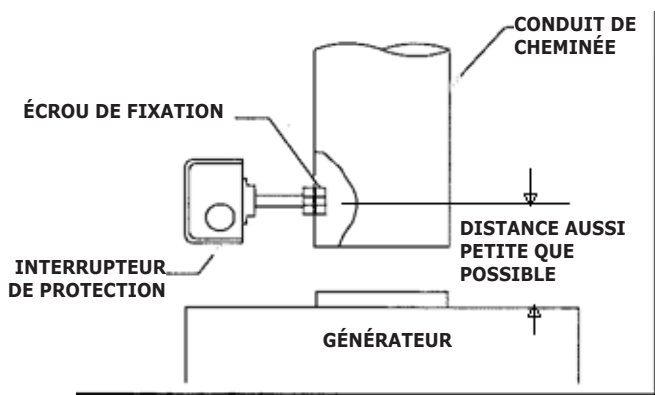

Figure 1 - Illustration de Field Controls
- 4) Serrez l'autre écrou de fixation de façon à le placer aussi loin que possible sur le tuyau (figure 1).
- 6) Installez l'écrou de fixation sur le tube de l'interrupteur de sécurité, qui fait saillie dans le conduit de cheminée. Serrez fermement l'écrou (Figure 1).